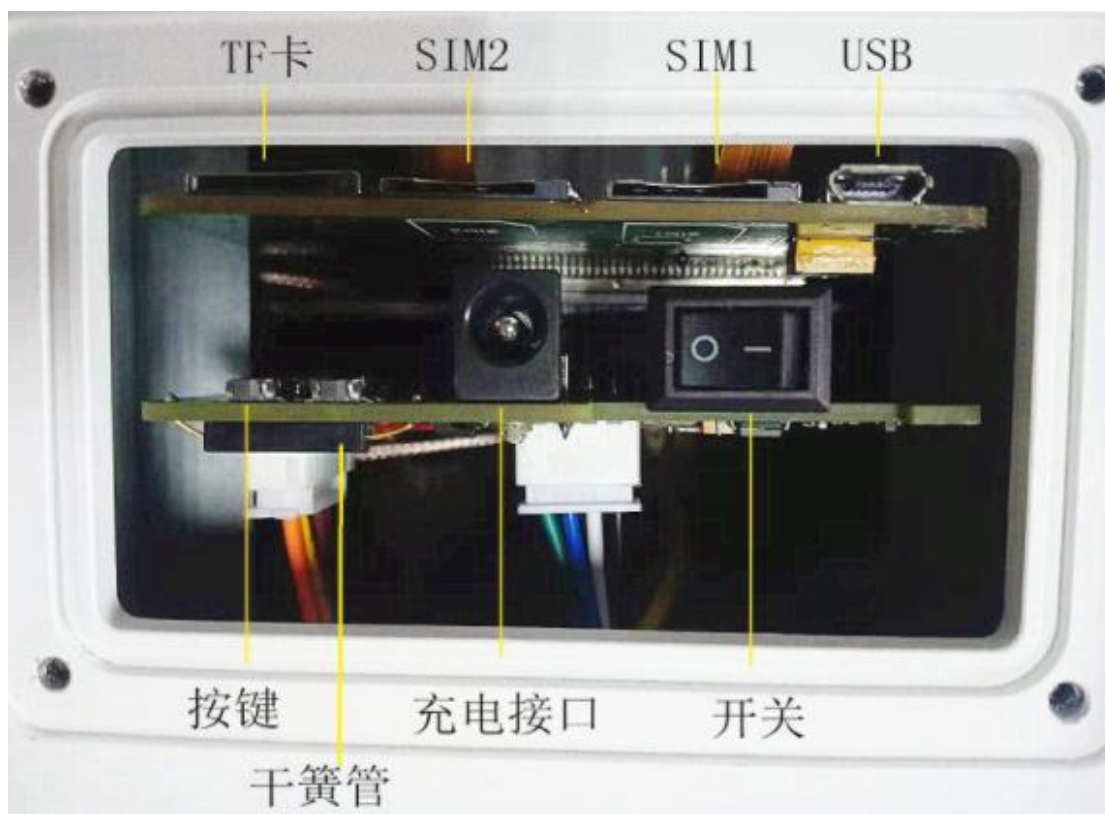

图 7
- 使用磁铁靠近干簧管的位置(如图 7)，激活设备 WiFi 热点(名称:F-PLS200_*****,其中 *****为出厂编号)。